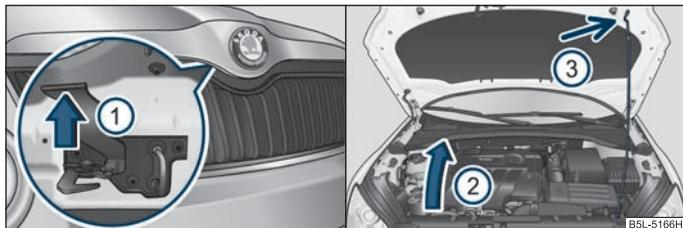

Fig. 165 Griglia radiatore: Leva di bloccaggio / Fermo del cofano motore con sostegno
- Spingere la leva di sicurezza nel senso della freccia ① ⇒ fig. 165, il cofano motore si sblocca.
- Estrarre il sostegno dal supporto nel senso della freccia ② e bloccare il cofano motore aperto inserendo l'estremità del sostegno nell'apposita apertura ③ ⇒ fig. 165.